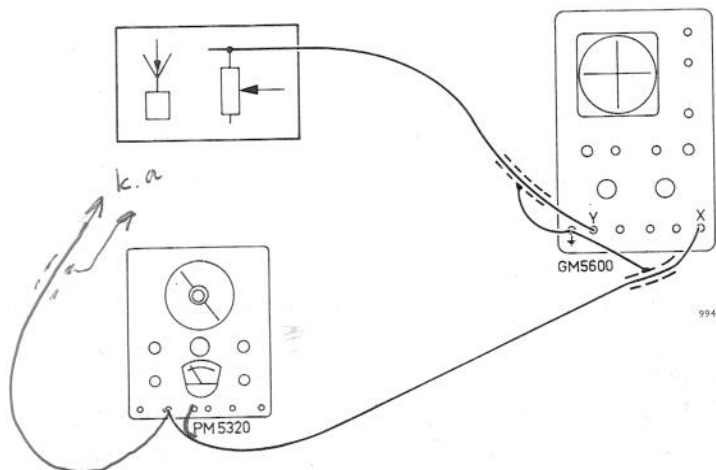

Fig. 14. Dynamische controle van de m.f.-kromme
1. Verbind de verticale versterker van de oscillograaf met de volumeregelaar (fig. 14).